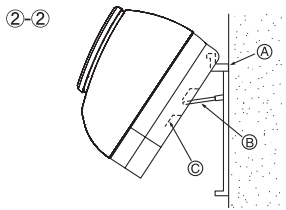

Fig. 3-6
- ②-② Levez l'appareil intérieur en accrochant la pièce de support (sur la planche d'installation) aux saillies situées au dos de l'appareil comme l'indique. (Fig. 3-6) Lorsque la tuyauterie etc est installée, remplacez la pièce de support sur la planche d'installation. (Si l'appareil n'est pas correctement attaché, il pourrait y avoir des vibrations lors de son fonctionnement.)